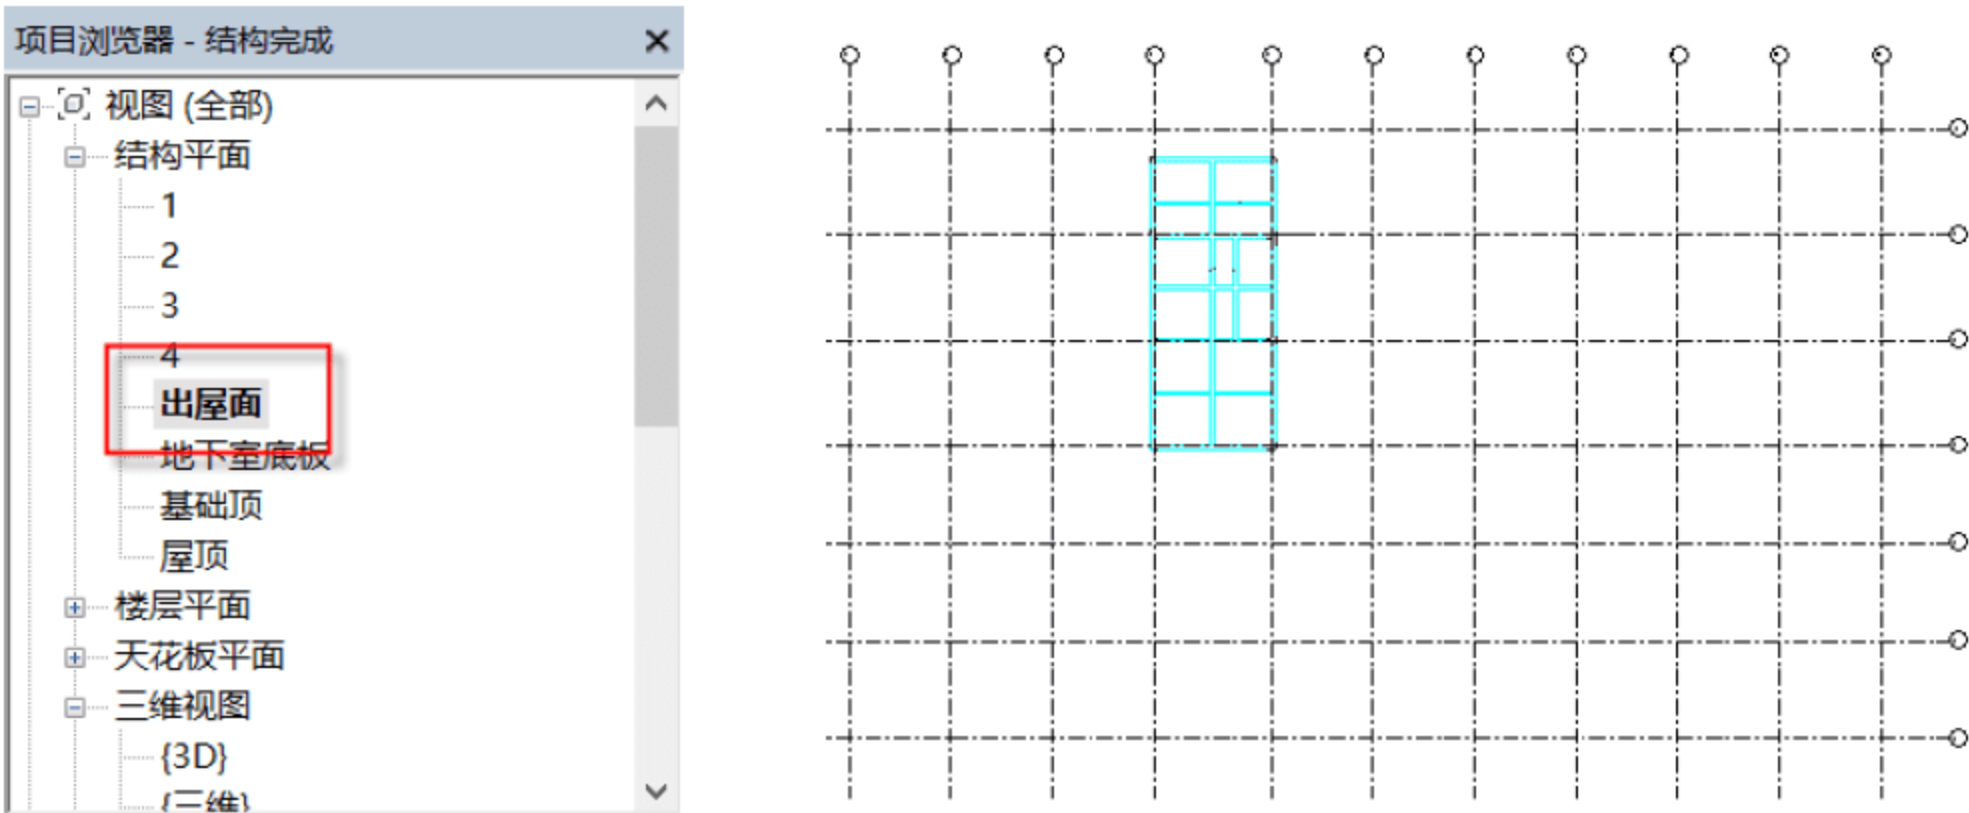

图 5.2.32 结构：出屋面层
(1) 查看平面视图。选择“项目浏览器”中的“出屋面”面板，可以观察到结构：出屋面层的完整轴网，如图 5.2.32 所示。